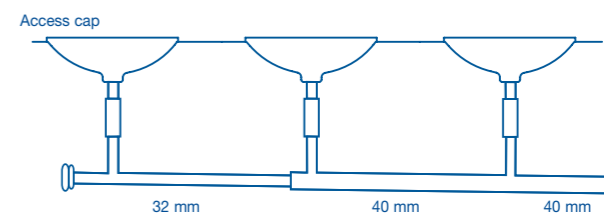

Figura 3. Vista schematica di tre utenze
- Il flusso a sezione piena può essere un beneficio nel caso HepvO® sia montato su tutti gli apparecchi - vedi Figura 3. Il flusso totale fornisce una migliore autopulizia, il che significa che si possono utilizzare tubazioni di diametro più piccolo senza paura che si presenti il fenomeno di sifonaggio, tipico dei sifoni tradizionali. Questo ottimizzerà lo spazio oltre che apportare benefici economici.
HepvO® consente sistemi più semplici con meno tubazioni e tratti rettilinei - vedi Figura 3. Al termine dell'installazione, non c'è bisogno di eseguire test di autosifonaggio.